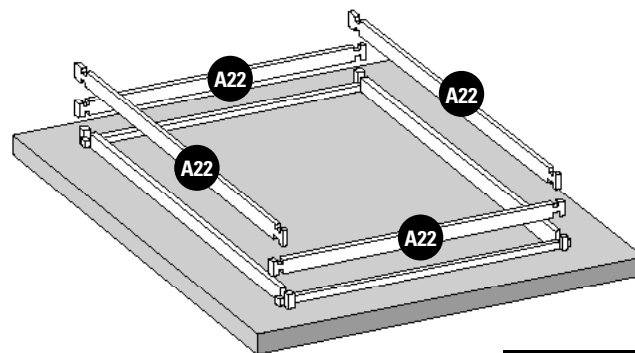

Fig. 2 / Abb. 2 / Afb. 2
- EN** **2nd LAYER OF BOARDS:** • Install the second layer of boards as shown in figure 2. • There is a wooden wedge in the structure packet to correctly assemble the boards. • Never directly hit against the boards. You would damage the pegs and would weaken the structure. Do not hit them with anything metallic. This would inevitably damage the wood. • Try to correctly assemble the boards right from the start. There should not be any space between each layer of boards to avoid maladjustment of the higher boards.
- FR** **2^{ÈME} RANGÉE DE MADRIERS :** • Positionnez les madriers de la deuxième rangée conformément à la figure 2. • De manière à emboîter correctement les madriers, une cale en bois est à votre disposition dans le colis de structure. • Ne pas taper directement sur les madriers. Cela abîmerait les languettes et nuirait à la solidité de la structure. • Ne pas frapper avec une pièce métallique. Cela détériorerait le madrier irrémédiablement. • Veillez à emboîter bien à fond les madriers dès le départ. Il ne doit pas y avoir d'espace entre chaque rangée pour éviter un décalage au niveau des madriers supérieurs.
- DE** **2. BRETTERRIHE:** • Platzieren Sie die Bretter der zweiten Reihe laut Abb. 2. • Um die Bretter richtig anbringen zu können, finden Sie einen Holzkeil im Paket des Tragwerks. • Nicht direkt auf die Bretter klopfen. Das würde die Zapfen und die Festigkeit des Tragwerks beschädigen. • Nicht mit einem Metallteil darauf klopfen. Es würde das Holz unabänderlich beschädigen. • Versuchen Sie, die Bretter von Anfang an tiefgehend ineinander zu fügen. Zwischen den Reihen darf kein Platz sein, um eine Fehlanpassung der oberen Bretter zu vermeiden.
- NL** **2ª RIJ PLANKEN:** • Plaats de planken van de tweede rij zoals aangegeven op afbeelding 2. • Om de planken correct te assembleren, zit er een houten wig in het pakket van het frame. • Sla niet direct op de planken. Daardoor gaan het profiel kapot en wordt de stevigheid van het frame ondermijnd. • Sla er niet direct op met metaal. Hierdoor raakt het hout onherstelbaar beschadigd. • Zorg ervoor dat de planken vanaf het begin stevig op elkaar aansluiten. Er mag geen ruimte tussen de rijen overblijven, om te voorkomen dat de bovenste houtdelen onregelmatig uitkomen.